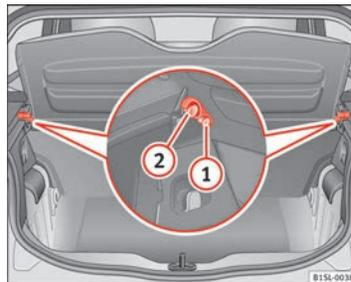

Abb. 68 Im Gepäckraum: Gepäckraumabdeckung aus- und einbauen.
Die Gepäckraumabdeckung hochklappen und in die seitlichen Arretierungen ⇒ **Abb. 68** **①** drücken. Dabei darauf achten, dass diese richtig arretiert ist. Zum Herunterklappen die Gepäckraumabdeckung aus den Arretierungen drücken.